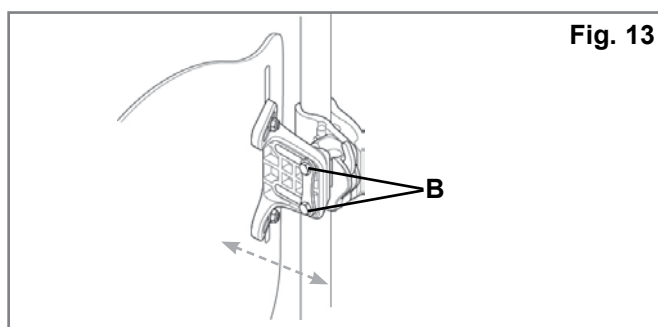

Fig. 13
- Om de J3 rugsteun in diepte en hoek te verstellen, maakt u de linker- en rechtermoeren (Fig. 13-B) op de houdersleuf los.
- Verstel de diepte en/of hoek en draai de bouten weer goed aan. De aanbevolen draaikracht is volgens de specificatie 100 - 110 in-lbs. (11,3 - 12,4 Nm). Controleer of geen van de verstelbouten (Fig. 13-B) slipt of doordraait.